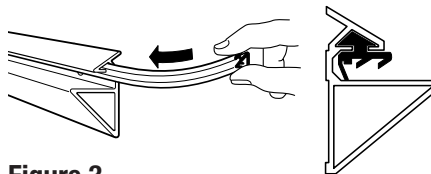

Figure 3
Étape 6: Insérez la bande coussinée en caoutchouc dans le rebord supérieur du support de tablette. Assurez-vous que la bande la plus large est située vers le mur, tel qu'illustré à la **Figure 3**.